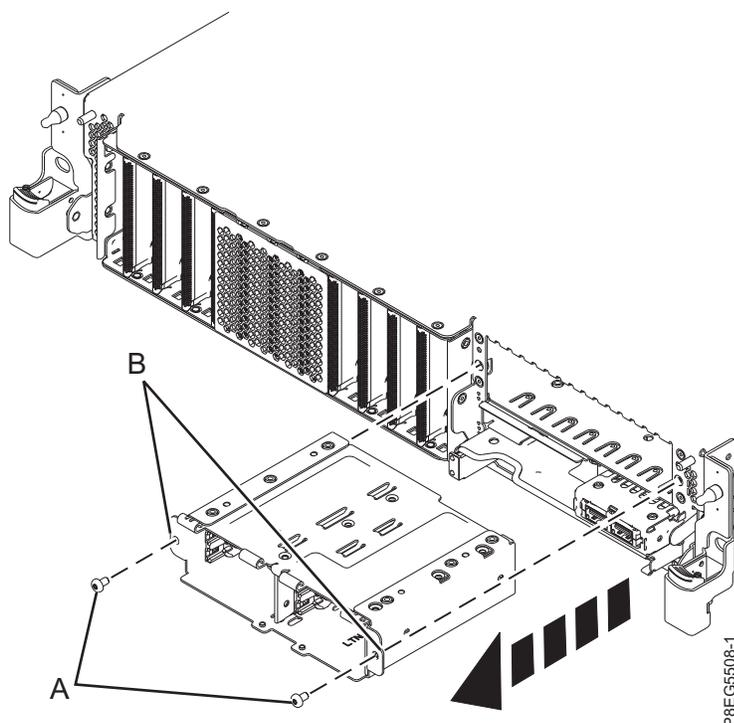

Abbildung 13. Teilweises Herausziehen des Solid-State-Laufwerkgehäuses
15. Entfernen Sie die Schrauben (A) aus dem Solid-State-Laufwerkgehäuse. Lassen Sie die Solid-State-Laufwerke vollständig im Gehäuse installiert. Greifen Sie die Befestigungsflansche (B) und schieben Sie das Solid-State-Laufwerkgehäuse soweit heraus, dass die Stifte auf der Rückseite des Gehäuses den Ausbau der Plattenlaufwerksrückwandplatine nicht beeinträchtigen. Siehe Abb. 13.